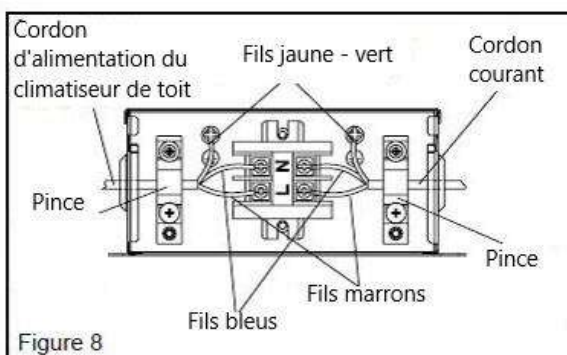

Figure 8
4. Connectez le cordon d'alimentation aux prises marron, bleue et les fils trouvés dans la boîte de jonction avec un bornier. ATTENTION Connectez le fil marron au fil marron, fil bleu au bleu (voir la figure 8).
3. Connectez les bornes d'accueil intérieures à l'unité extérieure, voir Figure 8.